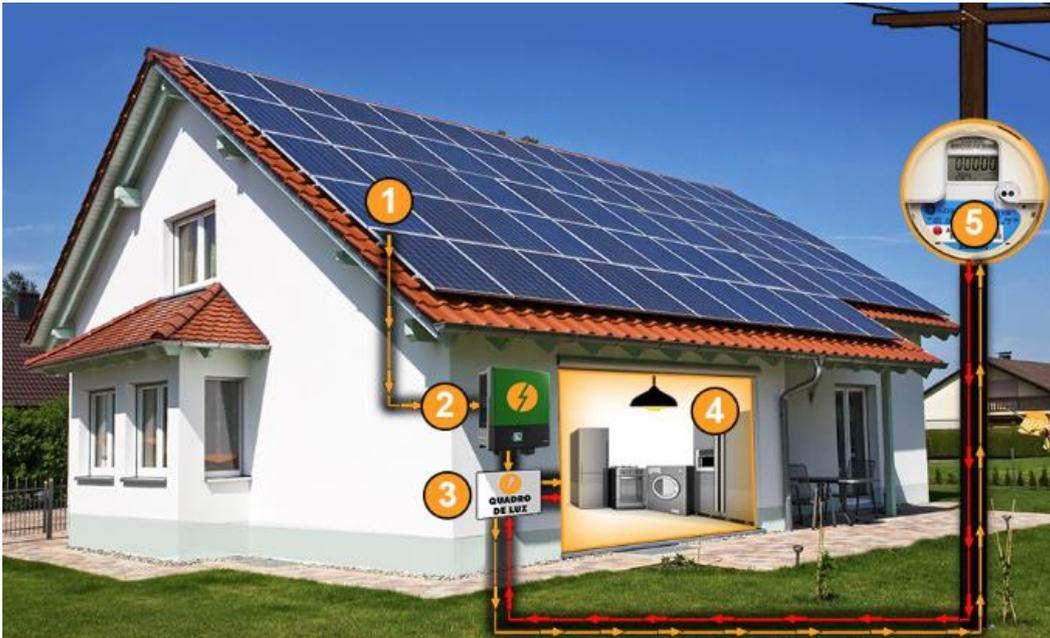

Figura 3: sistema de painéis solares instalados em edifício, demonstrando a captação e conversão da luz solar em eletricidade.
Os sistemas fotovoltaicos (*figura 3*) conectados à rede elétrica (on-grid) são os mais comuns em aplicações urbanas, comerciais e industriais. Neles, a energia gerada pelos painéis solares é injetada diretamente na rede elétrica por meio de um inversor, que converte a corrente contínua (CC) gerada pelos painéis em corrente alternada (CA), compatível com os padrões de distribuição de energia.